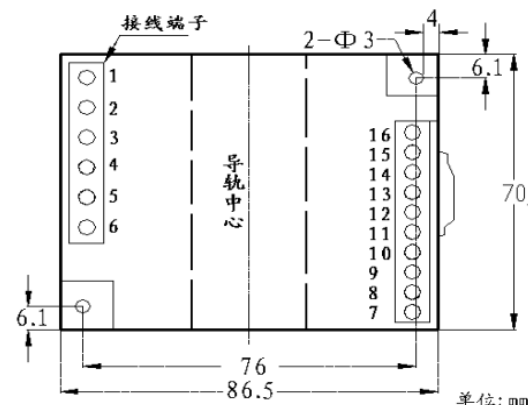

图 3 DS5 外形安装尺寸图
产品采用 DIN35 导轨式安装或螺钉固定安装，其安装尺寸如图 3 所示(单位 mm)。
- ① 按图 3 所示的尺寸在固定板上打直径为 3mm 孔；
- ② 使用  $\Phi 3$  的螺钉插入孔中固定。